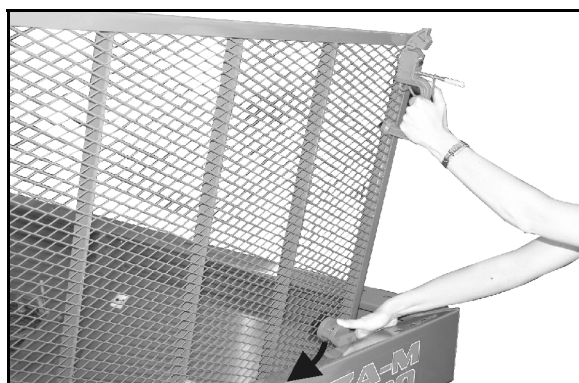

Fig. 18
3. Ridicați grilajul de protecție până când opritorul se blochează pe marginea buncărului (Fig. 18).
- Înainte de închiderea grilajului de protecție, apăsați opritorul în jos (Fig. 18).